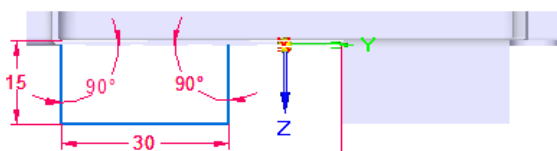

图 8.4.28 编辑草图
(4) 定义弯边尺寸。单击“轮廓步骤”按钮, 编辑草图尺寸如图 8.4.28 所示, 单击按钮, 退出草图绘制环境。